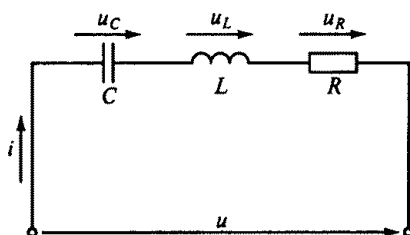

Рис. 115
3.77. Каковы действующее значение тока и действующие значения напряжений на отдельных участках электрической цепи, приведенной на рис. 115, если напряжение $u = 400 + 282 \sin \omega t$, при частоте ω сопротивление $x_C = x_L = 60$ Ом, а $R = 40$ Ом? (Указать неправильный ответ.)
3.78.Р. Каковы действующие значения тока первой гармоники I_1 , тока третьей гармоники I_3 , полного тока I и полного напряжения U_R в цепи на рис. 115, если напряжение $u = \sqrt{2} \cdot 400 \sin(\omega t + \psi_1) + \sqrt{2} \cdot 180 \sin(3\omega t + \psi_2)$, при частоте 3ω сопротивление $x_{C3} = x_{L3} = 30$ Ом, а $R = 60$ Ом? (Указать неправильный ответ.)